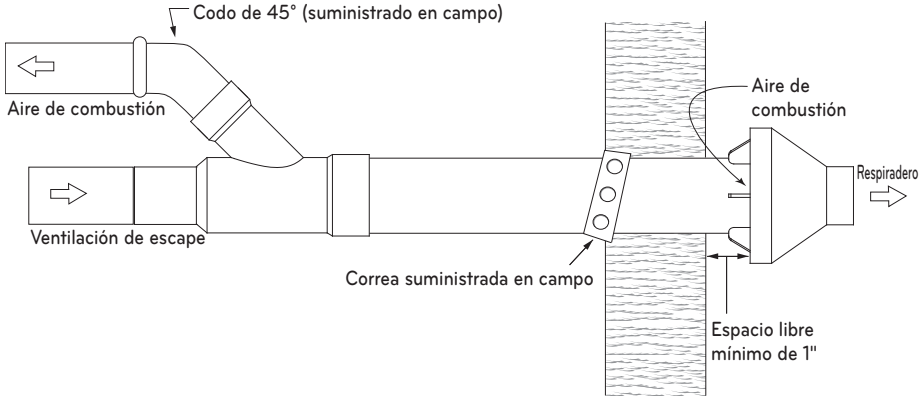

Fig.7-15 Instalación en la pared lateral
- Ensamble parcialmente el kit de terminación de ventilación concéntrica como se muestra en las Fig.7-12 y 7-13. un. Cemento Accesorio de ventilación concéntrico Y para tubería de kit de mayor diámetro. b. Tapón de lluvia de cemento para tubería de menor diámetro. Instale el accesorio concéntrico Y cementado y el conjunto de tubería a través del orificio de la estructura (Fig.7-15).
- Install cemented Y concentric fitting and pipe assembly through structure's hole (Fig.7-15).
- Asegure el conjunto a la estructura como se muestra en la Fig.7-15 utilizando flejes de metal suministrados en el campo o material de soporte equivalente.
Asegúrese de que el espacio libre de la ubicación de terminación se muestre en la Fig.7-15.